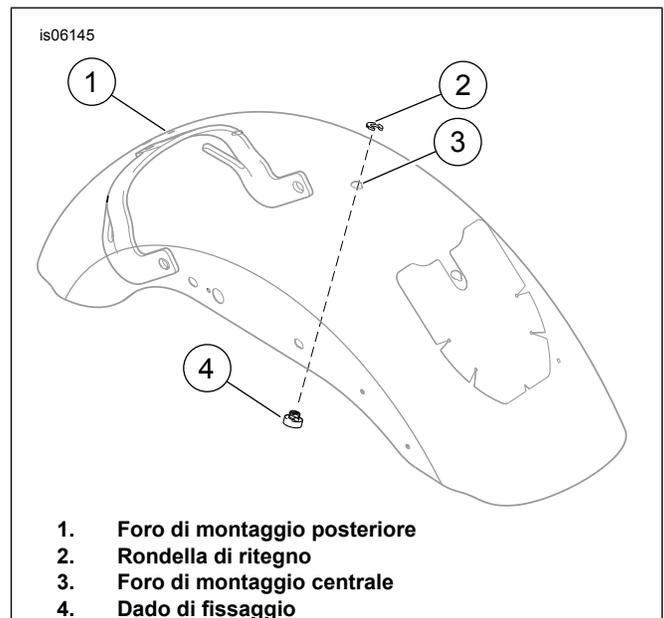
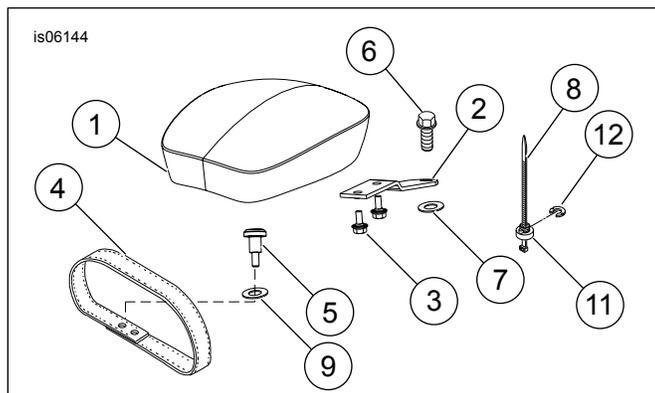

Figura 1. Fori di montaggio del parafango
Figura 2. Parti di ricambio: Cuscino del passeggero modello XL
Vedere Figura 2 e Tabella 1.
- a. Vedere Figura 2. Per agevolare l'installazione del dado di fissaggio e della rondella è possibile usare una fascetta fermacavi. Collocare il dado di fissaggio (11) sulla fascetta fermacavi (8) in modo che l'estremità larga del dado poggi sull'occhiello della fascetta fermacavi. Passare la fascetta fermacavi in alto sotto il parafango e attraverso l'apposito foro sul parafango. Tirare la fascetta fermacavi verso l'alto per tenere il dado stretto contro il lato inferiore del parafango.
- b. Con la nervatura del dado di fissaggio inserita nella tacca dell'apposito foro nel parafango, far scorrere al suo posto la rondella di ritegno (12) dalla parte posteriore. Questo bloccherà al suo posto il dado di fissaggio. Rimuovere la fascetta fermacavi.
2. Inserire il bullone parzialmente filettato (5) nel foro di montaggio centrale (Figura 1, elemento 3), facendolo passare attraverso la rondella (9) e la cinghia di appiglio (4). Serrare a fondo il bullone.
6. Vedere Figura 2. Inserire la vite (6) nella staffa di montaggio (2) e nel parafango posteriore.